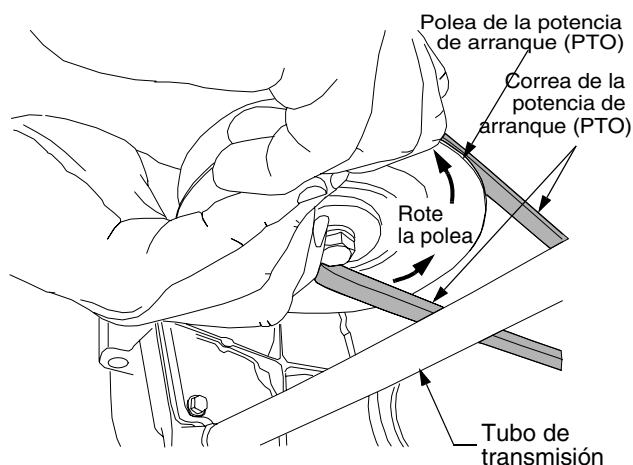

Figura 32
- Mientras sostiene la correa hacia abajo, siga girando la polea de la potencia de arranque (PTO) hasta que la correa se deslice fuera de la polea. Consulte la Figura 32.
- Tire del lado derecho de la correa hacia atrás y coloque el lado V angosto de la correa en la polea de la potencia de arranque (PTO). Vea Figura 32.
- Mientras sostiene la correa y la polea juntas, rote la polea hacia la izquierda (Vea Figura 32). Siga sosteniendo y rotando la polea y la correa hasta que la correa se deslice totalmente en la polea de la potencia de arranque (PTO).